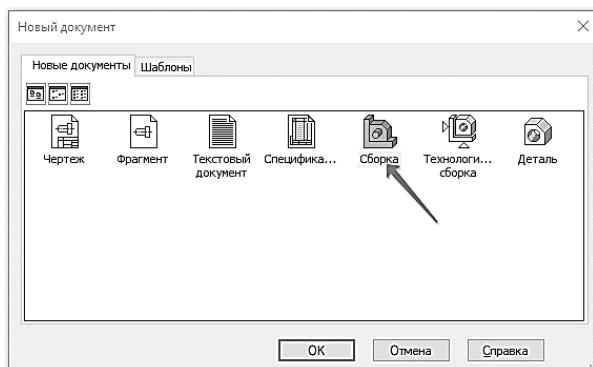

Рис. 11. Создание файла сборки
1.2.2 Укажите тип создаваемого документа – **Сборка** и нажмите кнопку **ОК** (рис. 11). На экране появится окно новой сборки.